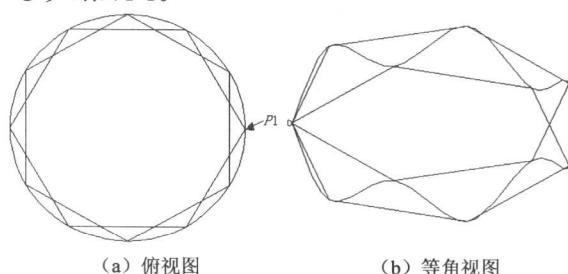

图1-3
2. 进入第 2 层，选择俯视构图面，利用曲线命令连接两个六边形各端点，曲线起点为图 1-3 (a) 所示的六边形端点 P1。